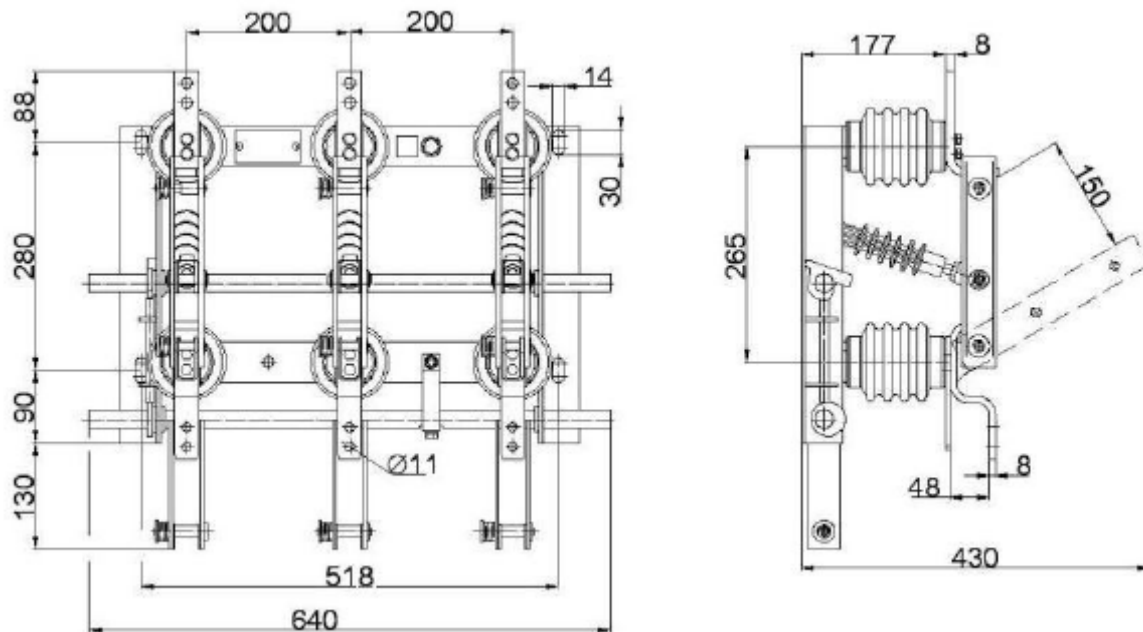

Рисунок 9 - Разъединитель РВЗ заземляющие ножи со стороны шарнирных контактов
- заземляющие ножи со стороны шарнирных контактов (рисунок 9);